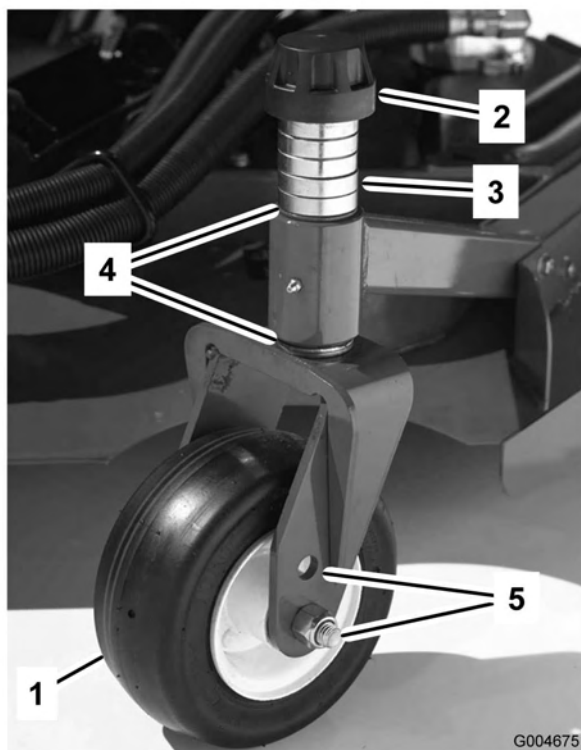
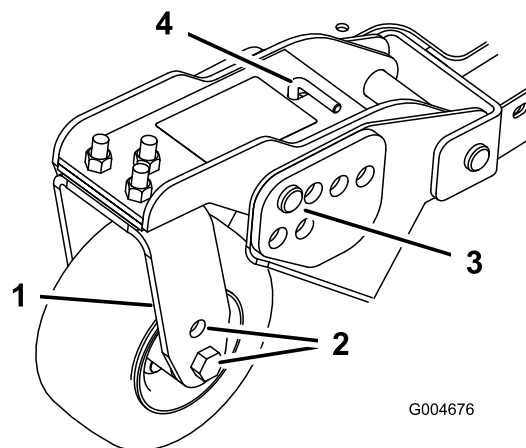
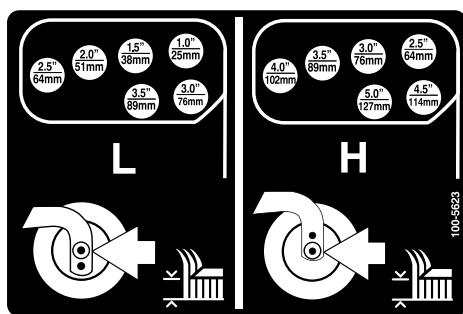

Figura 18
Figura 20
Figura 21
1. Coloque los ejes de las ruedas giratorias en el mismo taladro en todas las horquillas (Figura 18 y Figura 20). Consulte en la tabla siguiente el taladro correcto para cada altura.
2. Retire el casquillo tensor del eje (Figura 18) y deslice el eje fuera del brazo de la rueda giratoria. Coloque los dos suplementos (3 mm) en el eje de la misma forma que en la instalación original. Estos suplementos son necesarios para obtener el mismo nivel en toda la anchura de las unidades de corte. Coloque el número adecuado de espaciadores de 1,25 cm (consulte la tabla siguiente) en el eje para conseguir la altura de corte deseada, luego coloque la arandela en el eje.
4. Retire el pasador de horquilla y las chavetas de los brazos de pivote de las ruedas giratorias (Figura 20).
5. Gire la varilla tensora para elevar o bajar el brazo de pivote hasta que los taladros estén alineados con los taladros seleccionados del soporte de ajuste de la altura de corte en el bastidor de la unidad de corte (Figura 20 y Figura 21).